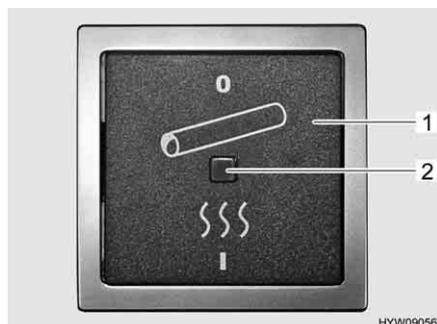

Bild 77 Schalter für elektrische Abwasserrohr-Heizung
- Den Wippschalter (Bild 77,1) auf Stellung "I" schalten. Die Kontroll-Leuchte (Bild 77,2) im Schalter leuchtet.
- Den Wippschalter (Bild 77,1) auf Stellung "0" schalten. Die Kontroll-Leuchte (Bild 77,2) im Schalter erlischt.